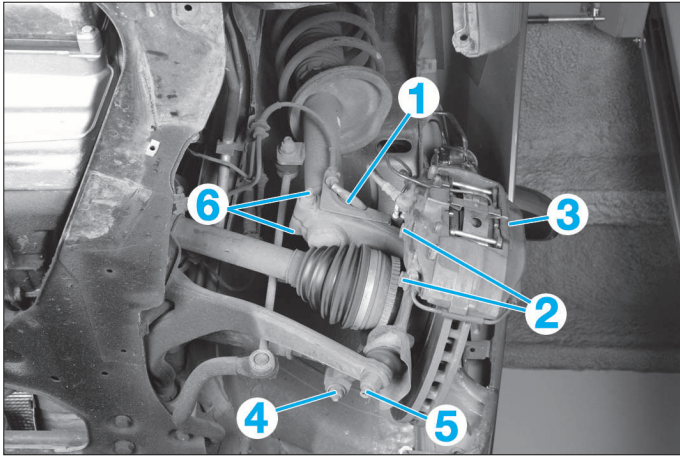

FIG. 34
- la tôle support faisceau (1) (Fig.34).